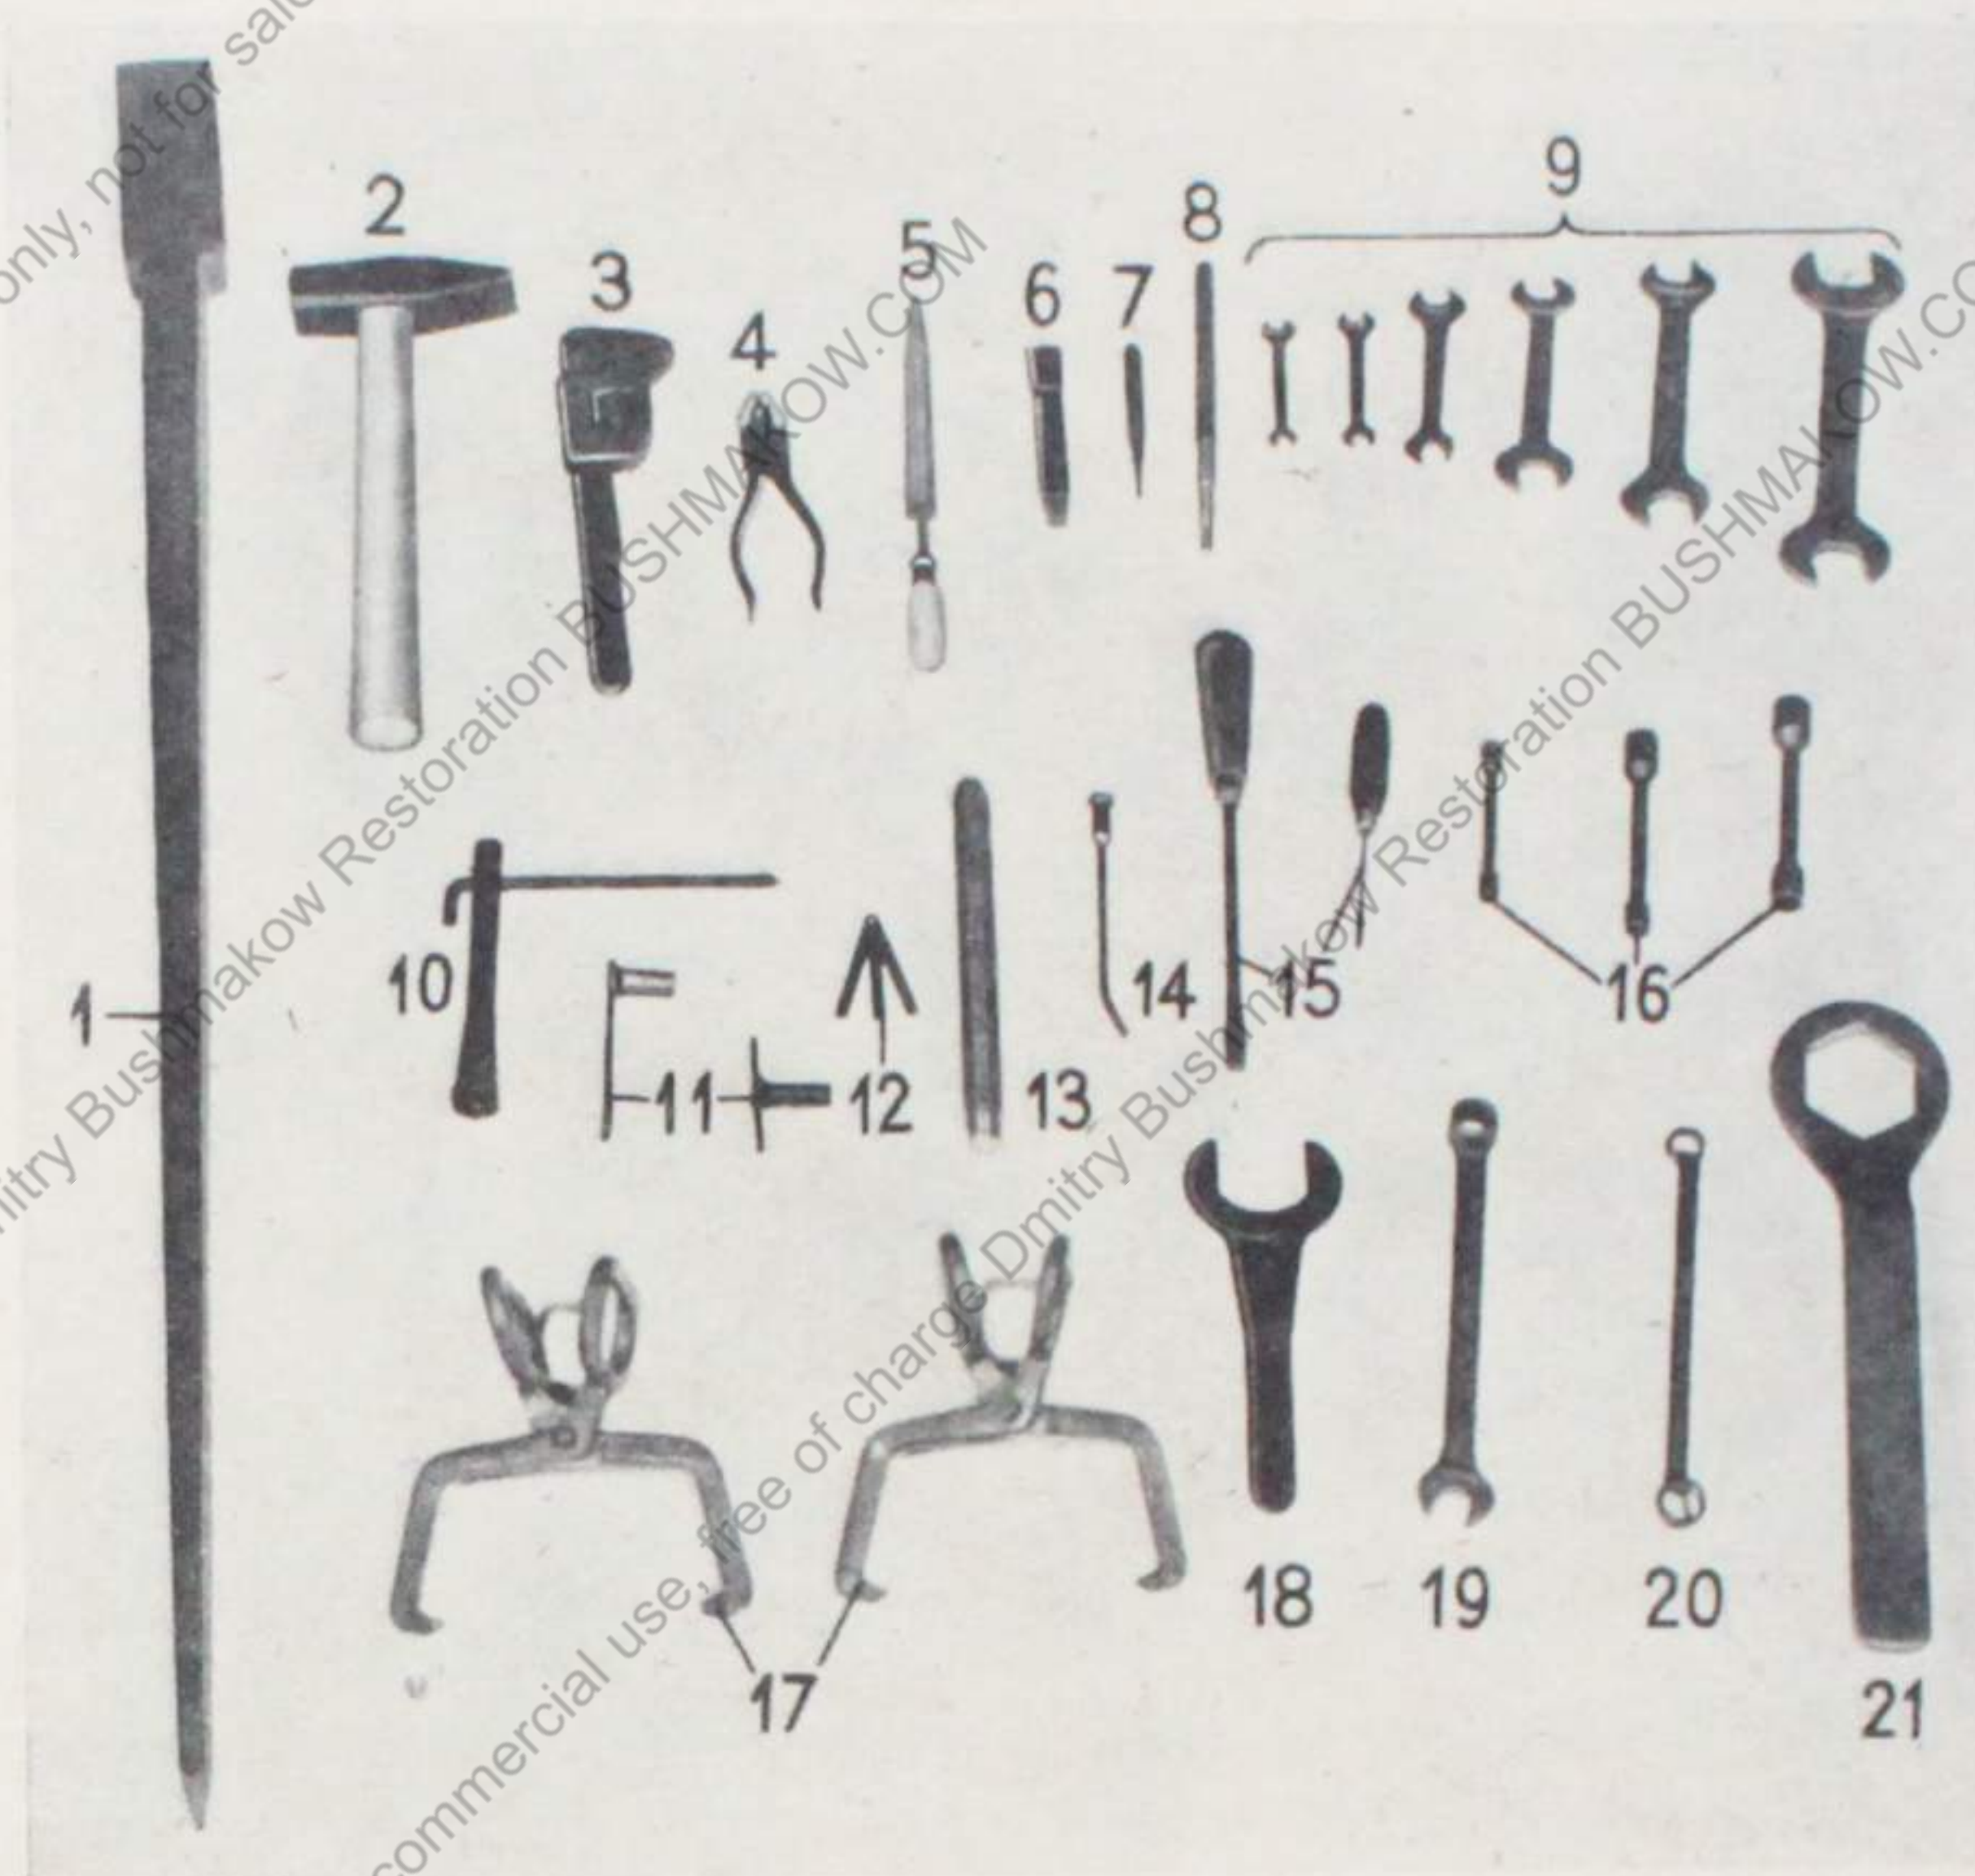

Bild 39
1. Radnabenschlüssel (Bild 39) Anforderungsnummer K 7680/3